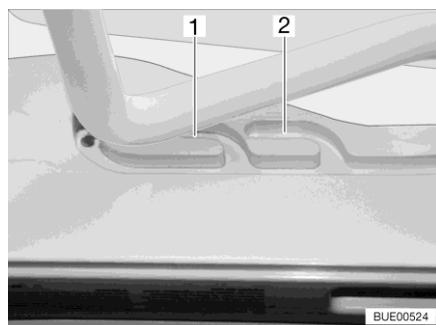
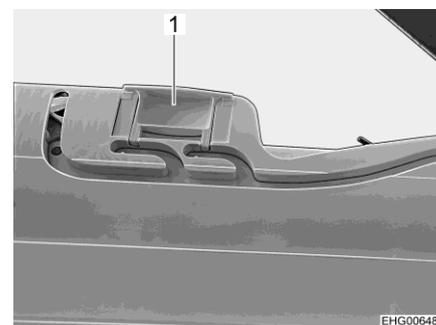

Fig. 53 Guida (posizione di ricircolo d'aria)
Fig. 54 Bloccaggio (posizione di ricircolo d'aria)
È possibile portare l'oblò Heki in due posizioni di ricircolo d'aria: Posizione brutto tempo (Fig. 53,1) e posizione centrale (Fig. 53,2). A seconda del modello, l'oblò può essere bloccato sulla posizione centrale del suo telaio con i due chiavistelli (Fig. 54,1) di sinistra e destra.
- Premere la staffa leggermente verso l'alto, spingerla nella guida selezionata (Fig. 53,1 o 2) ed eventualmente bloccarla.